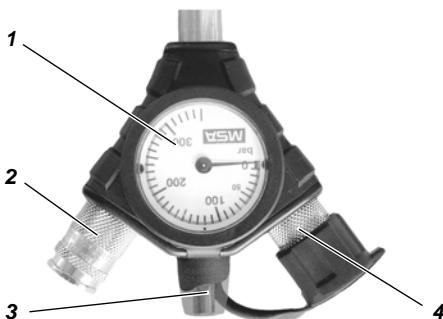

Fig. 3 Manometro con raccordi
Il manometro (vedi Fig. 3) è collegato all'estremità del tubo multicanale. Esso è composto, oltre che dal manometro stesso (1), anche dal raccordo per l'erogatore (2) e da un dispositivo di segnalazione acustica (3) (fischio di segnalazione). Quando la pressione nella bombola scende al di sotto di 55 ± 5 bar, viene emesso un segnale continuo di allarme. Il secondo attacco (4) permette il collegamento di un secondo erogatore (es. di soccorso).